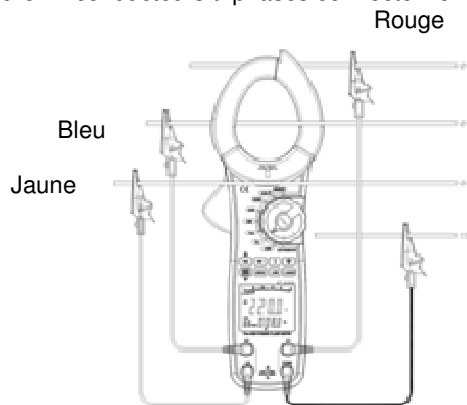

Figure 6
3. Voyez la méthode de connexion sur les figures 6, 7 et 8.
- Lorsque vous mesurez 4 conducteurs triphasés connectez le mesureur comme décrit sur la figure 6.
Sur la figure 6  $\Sigma W = W1 + W2 + W3$ .
3. La méthode de connexion de 4 conducteurs triphasés ou 3 conducteurs triphasés est montrée sur les figures 6 et 15.
3. Pour la méthode de connexion triphasée de 4 conducteurs et triphasée de 3 conducteurs voir la figure 6 et 15.